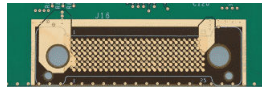
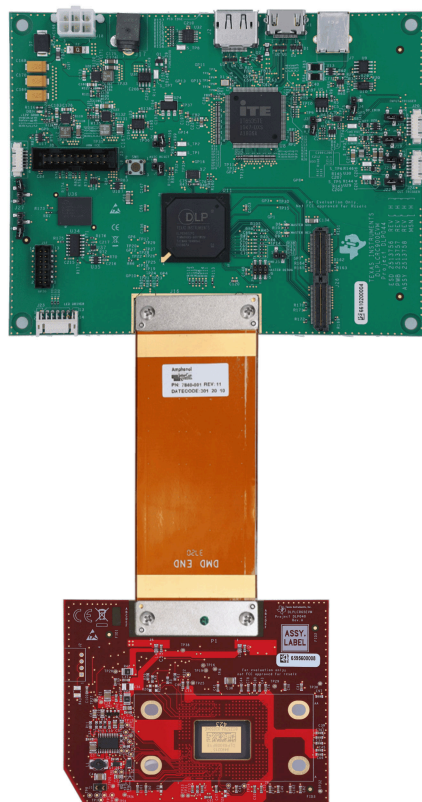

图 5-8. DLPLCR900EVM 柔性电缆焊盘
图 5-9. 装配 DLPLC900EVM 与 DLPLCR65EVM
- 随 DMD EVM 提供的柔性电缆的一端标有“DMD 端”，其关键引脚呈对角线排列，只能以一种方式安装在 DMD 电路板上，防止错误连接到板的另一侧。使用连接引脚将绝缘背板从柔性侧放置在在 DMD 板的另一侧上，并小心拧紧螺钉。从一侧到另一侧交替拧紧螺钉，直至螺钉紧固，但勿过度拧紧（螺钉扭矩要求：6-8in-lb [0.7-0.9N·m]）。图 5-9 显示了正确装配到示例 DMD 电路板的柔性电缆 DMD 端。
- 柔性电缆的另一端连接到单路 DLPC900 控制器板。关键引脚横向对称排列，可以从控制器板的任意一侧插入。为确保电缆连接到单路 DLPC900 控制器板的正确一侧，请检查连接柔性引脚是否朝向焊盘，如图 5-8 所示。使用连接引脚将绝缘背板从柔性侧放置在在控制器电路板的另一侧，并小心拧紧螺钉。从一侧到另一侧交替拧紧螺钉，直至螺钉紧固，但勿过度拧紧（螺钉扭矩要求：6-8 IN*LB [0.7-0.9 N*m]）。图 5-9 显示了正确装配到单路 DLPC900 控制器电路板的柔性电缆端。